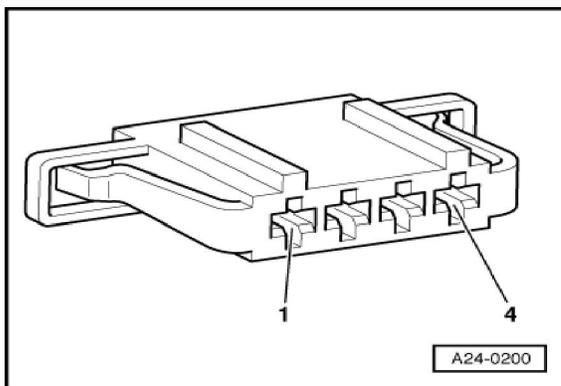

Fig.25 Conector de 4 contactos del conmutador de luz de freno / pedal de freno.
-Si se alcanzan los valores mide la tensión de alimentación entre contacto 1 del conector de 4 (fig.25) y masa: Valor voltaje de batería.